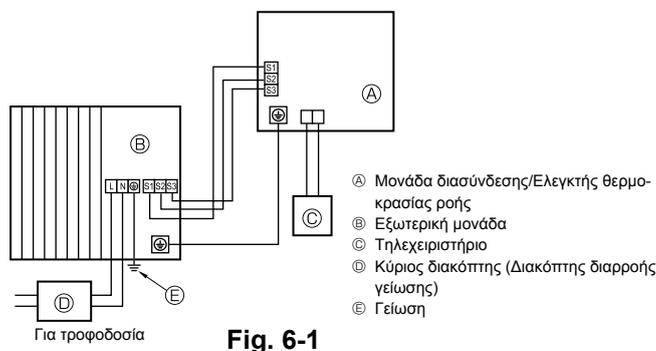
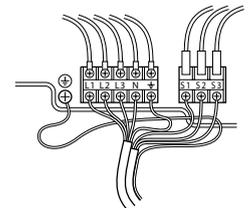

Fig. 6-1
Fig. 6-2
6.1. Εξωτερική μονάδα (Fig. 6-1, Fig. 6-2)
- 2 Συνδέστε τα καλώδια που αναφέρονται στην Fig. 6-1 και στην Fig. 6-2.